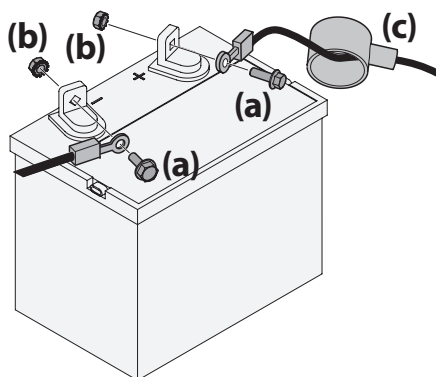

Figura 14
1. Retire la cubierta plástica, si está presente, del cable positivo de la batería. Conecte el cable rojo al borne positivo de la batería (+) utilizando el perno (a) y la tuerca hexagonal (b). Consulte la Figura 14.
2. Retire la cubierta plástica, si está presente, del borne negativo de la batería y conecte el cable negro al borne negativo de la batería (-) utilizando el perno (a) y la tuerca hexagonal (b). Consulte la Figura 14.